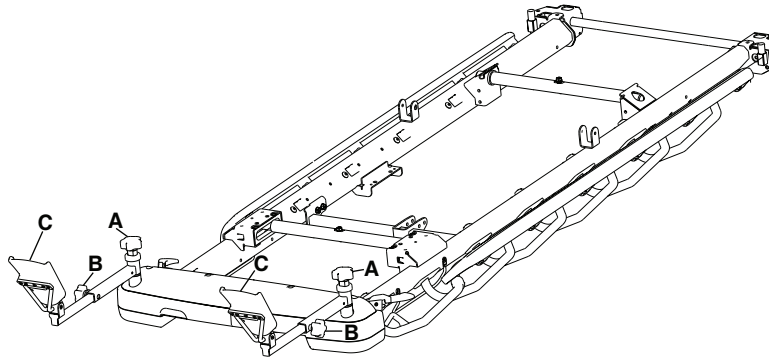

Abbildung 21 – Positionieren der Fußstützen
1. Den Knieknopf (A) oben an den Fußstützen lösen, um den seitlichen Winkel der Fußstützen einzustellen (Abbildung 21).
2. Den Knieknopf (A) festdrehen, um die Fußstütze in der gewünschten Position zu verriegeln.